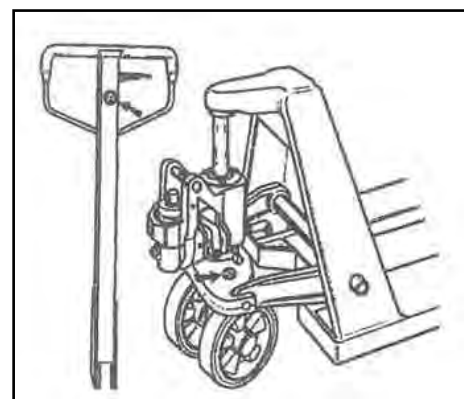

Figura 7 – Verifica lettera.
1. La lettera indicata sul timone deve essere la stessa indicata sulla pompa (vedere la Figura 7).